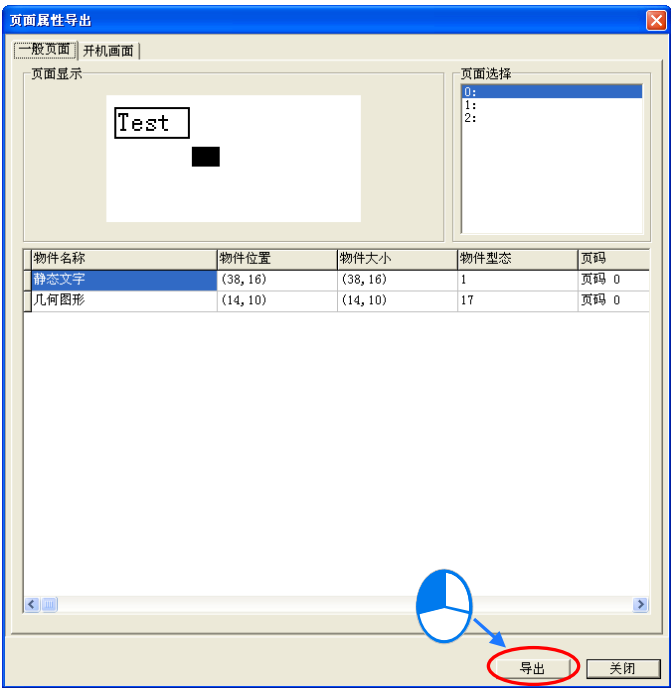

图 3-7 页面属性导出
可将编辑之页面属性导出成文本文件或excel文件，单击 文件 (E) > 页面属性导出 (O) 选项，将出现页面属性导出窗口，如图 3-7。